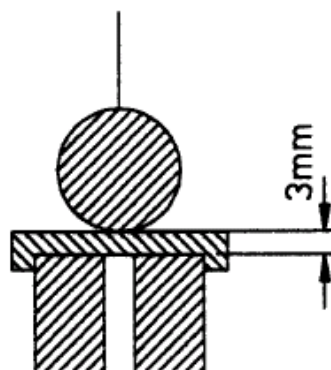

Fig. 7 Distância entre a esfera do pêndulo e o ímã eletromagnético
- Ajustar a distância entre a esfera do pêndulo e o ímã eletromagnético em aproximadamente 3 mm. Esta distância é atingida quando a esfera toca ligeiramente o disco de ajuste (ver fig. 7). Em caso de distância excessiva, o efeito do dispositivo de excitação será mais fraco.